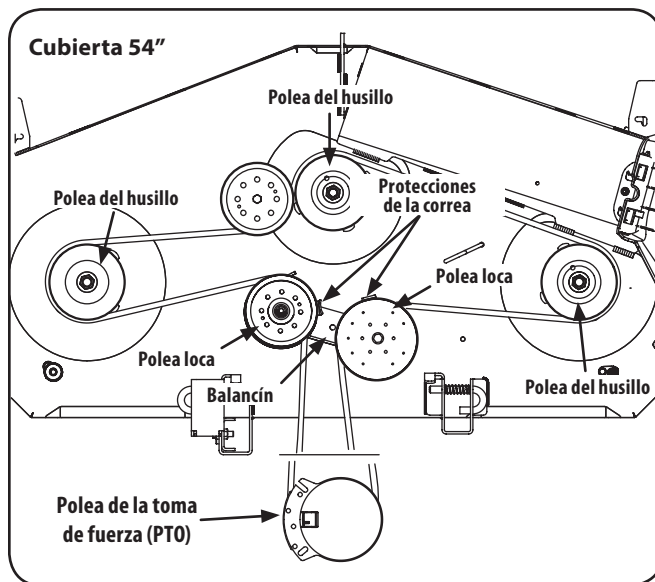
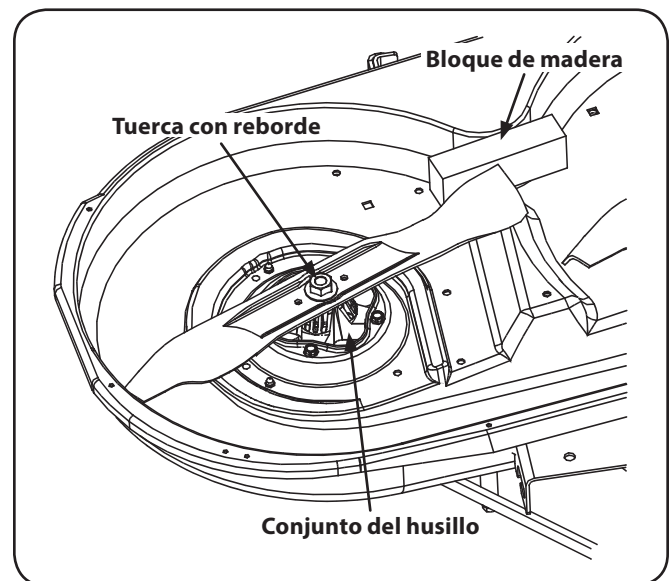

Figura 7-9
Figura 7-10
2. Afloje, pero no quite el hardware de la derecha y la izquierda de la polea loca. Consulte la Figura 7-9 para 46" cubiertas y la Figura 7-10 para 54" cubiertas.
2. Use una llave de $1\frac{5}{16}$ " para sujetar la tuerca con brida encima del conjunto del husillo y con otra llave de $1\frac{5}{16}$ " en la tuerca con brida que sujeta la cuchilla, retire la cuchilla. Consulte la Figura 7-10.